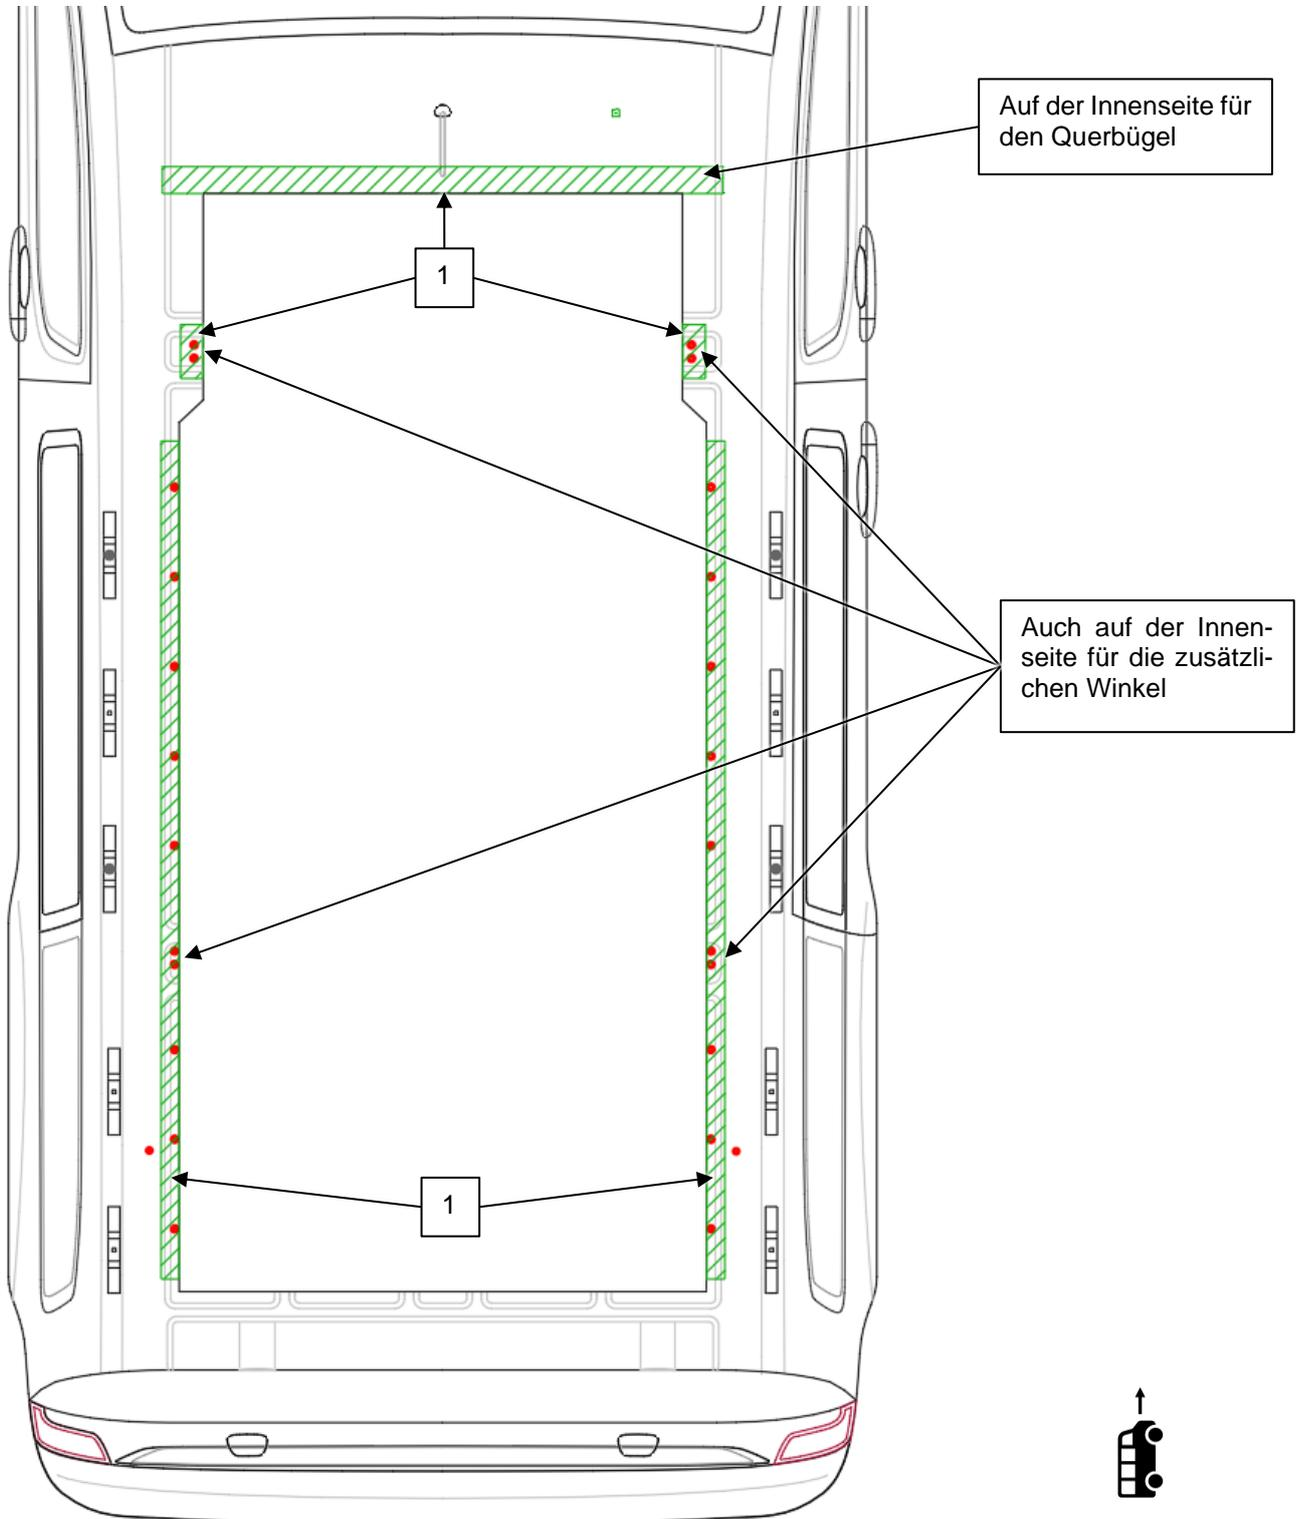

Abb. 4-1: Verklebebereich des Metallrahmens [A0003986]
- Die Verbindungsflächen (s. Abb. 4-1, 1) am Fahrzeug, dem Rahmen, den Zusatzwinkeln und dem Querbügel vorbereiten: